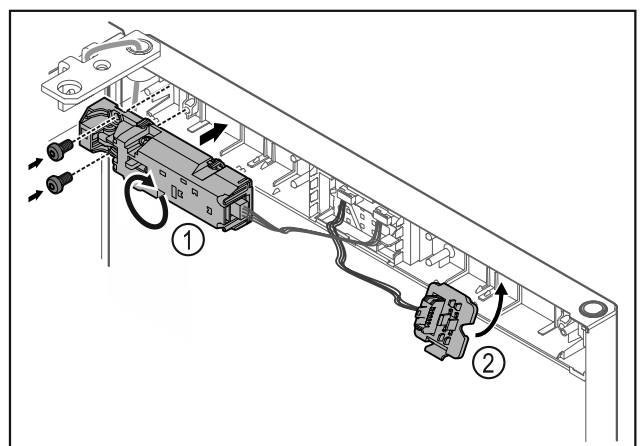

Fig. 24
- ▶ Fernschloss Fig. 24 (1) um 180° drehen und auf Gegenseite befestigen.
- ▶ Steckerhalterung Fig. 24 (2) auf Gegenseite einrasten.